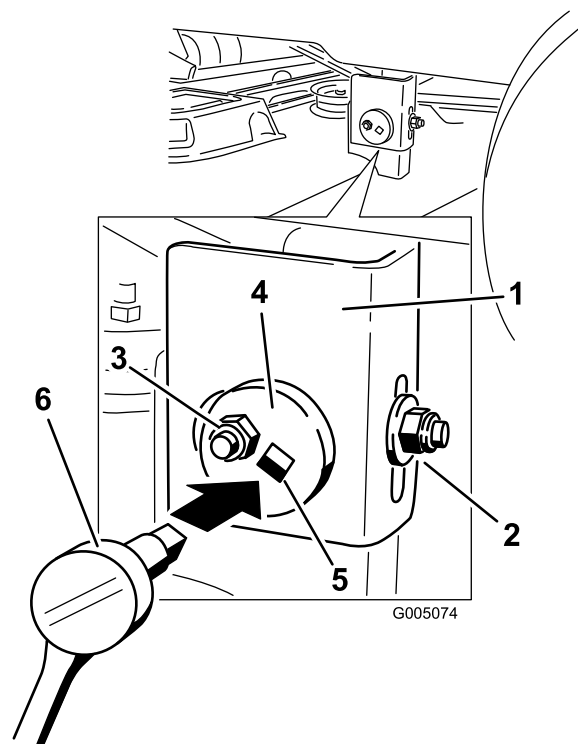

Figure 51
6. Passez au côté gauche de la machine. Desserrez sans le retirer, l'écrou de blocage arrière sur le support (Figure 51).
7. Desserrez l'écrou de blocage latéral sur le support jusqu'à ce qu'il soit possible d'ajuster la plaque excentrique (Figure 51). Utilisez une clé à douille munie d'une rallonge de 3/8 pouce pour manipuler la plaque excentrique. Utilisez une clé pour repositionner le tablier de coupe à la hauteur voulue et réglez-le pour que les mesures effectuées à l'opération 5 soient respectées à 5 mm (3/16") près.
8. Arrêtez le tablier de coupe et vérifiez sa hauteur, puis serrez l'écrou de blocage latéral sur le support pour fixer cette nouvelle position (Figure 51). Serrez l'écrou de blocage arrière sur le support.